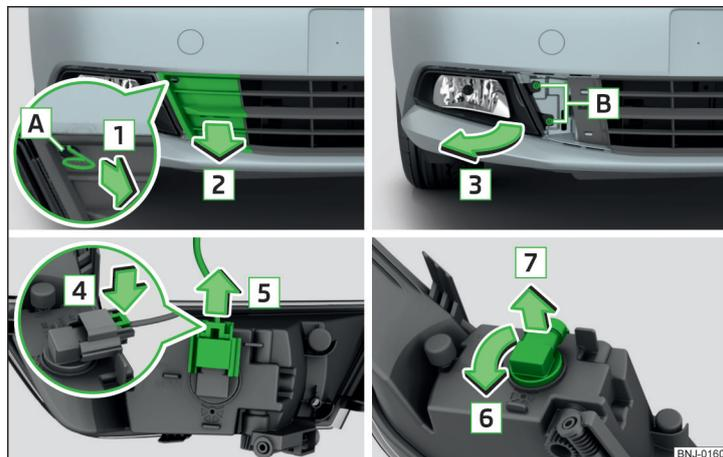

Fig. 215 Remover os faróis de nevoeiro / substituir a lâmpada incandescente para faróis de nevoeiro
- › Ao puxar o gancho no sentido da seta **1**, remover a grelha de proteção no sentido da seta **2** » Fig. 215.
- › Pressionar o bloqueio na ficha no sentido da seta **4** » Fig. 215.
- Aplicar e aparafusar o farol de nevoeiro no sentido contrário da seta [3] » Fig. 215.